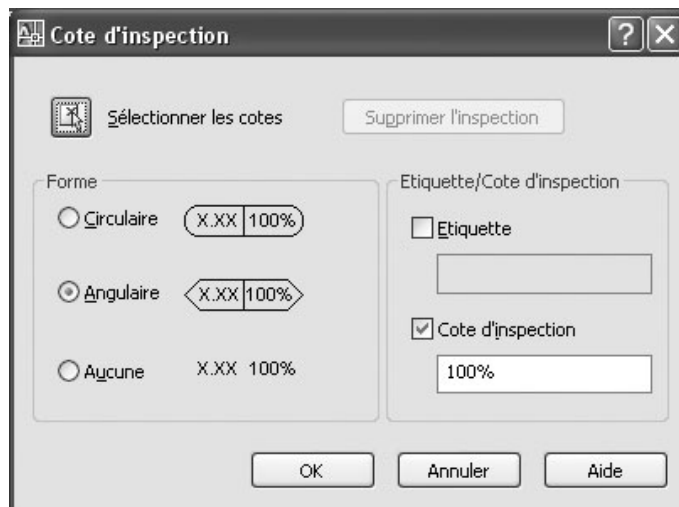

Fig.9.33
- 2 Dans la boîte de dialogue **Cote d'inspection** (Inspection Dimension), cliquer sur **Sélectionner les cotes** (Select dimensions) (fig.9.33).